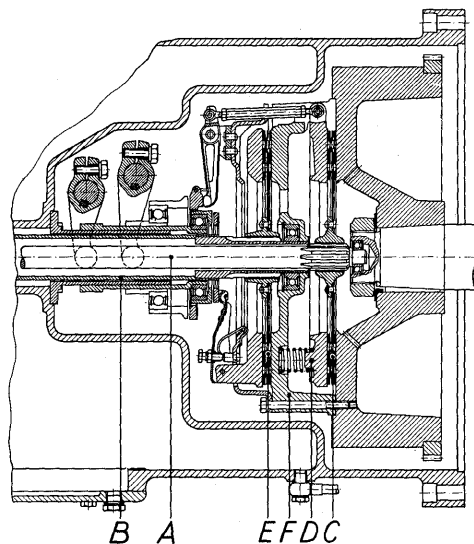

Fig. 21. Dobbeltkoblingen.
SUPER-modellen er udstyret med en dobbeltkobling bestående af to tørre enkeltpladekoblinger, der virker uafhængigt af hinanden og udløses gennem hver sin koblingspedal. Kørekoblingen (C) fig. 21, betjenes med den indvendige koblingspedal, der kun skal trædes halvt ned for at udløse koblingen. Kraftudtagskoblingen (PTO) (E) betjenes af den udvendige pedal, der ligeledes kun skal trædes halvt ned for at udløse koblingen. Når den indvendige pedal trædes helt i bund udløses først kørekoblingen og derefter PTO-koblingen. Når den yderste pedal trædes helt ned udløses først PTO-koblingen og dernæst kørekoblingen. Trædes begge pedaler samtidig halvt ned udløses begge koblinger samtidig. Dobbeltkoblingen er Borg & Beck type 11/200 - friktionsbelægningsdiameter 11".